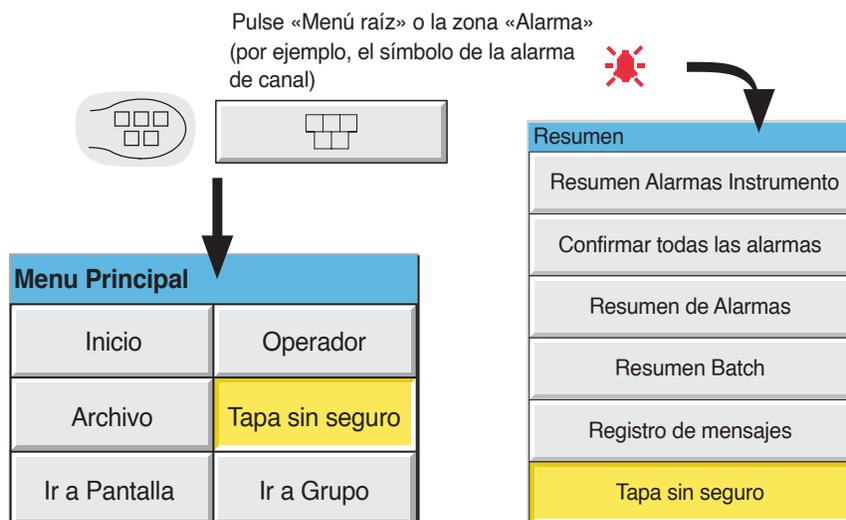

Imagen 2.4.1a Ubicación del botón «Desbloquear tapa»
2. Pulse el botón «Desbloquear tapa» (imagen 2.4.1a).